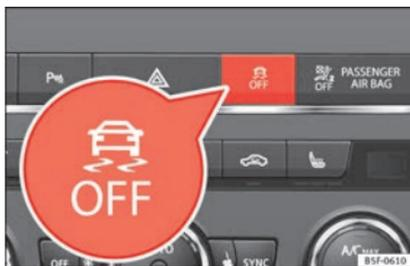

Fig. 190 Consolle centrale: Tasto per attivare/disattivare l'ESC e l'ASR
- Premendo il tasto  » fig. 190 per circa 1 secondo, la funzione ASR viene disattivata.
- Premendo il tasto  » fig. 190 per più di 3 secondi circa, è possibile disattivare il programma elettronico di stabilizzazione (ESC), compresa la funzione ASR.
- La funzione ASR e l'ESC possono essere riattivati premendo il tasto  » fig. 190.